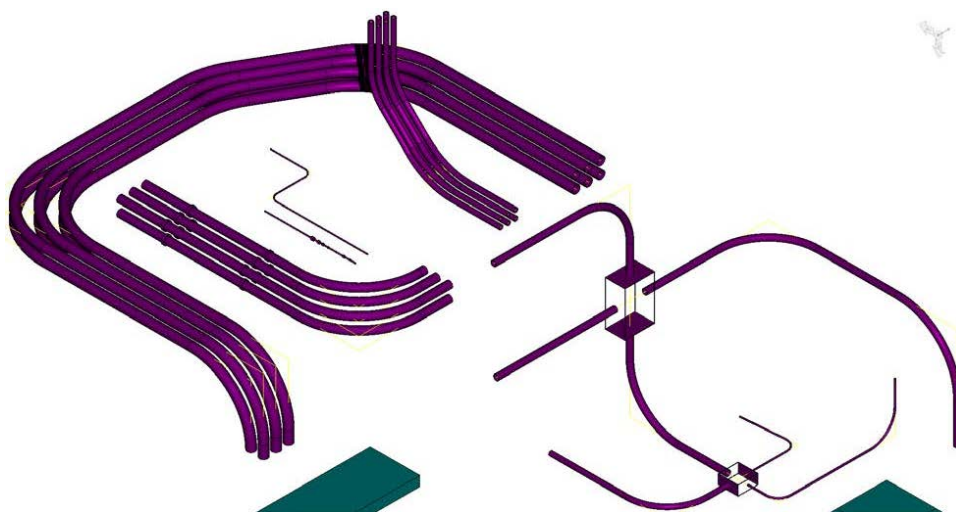

Рисунок 5 — Пример трассировки труб с фитингами, протяжных шкафов и ящиков
- возможность одновременной прокладки нескольких параллельных конструкций — блоки труб, кабельные трассы в несколько уровней (рис. 5)